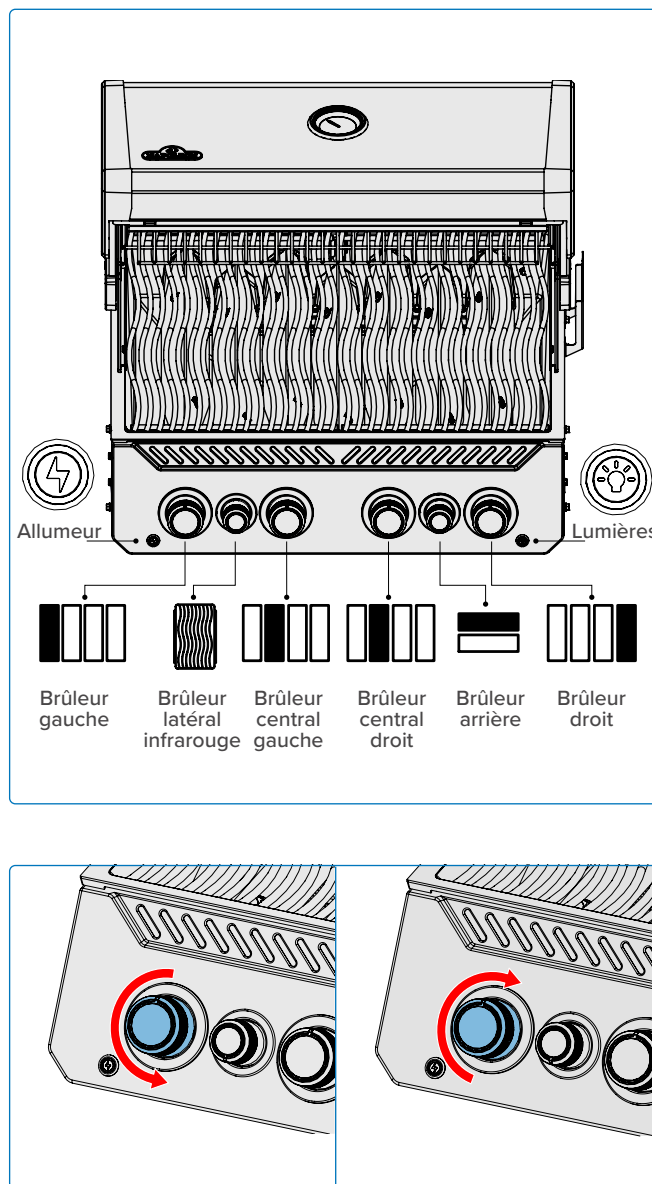

Fig. 6
4. Si la veilleuse et le brûleur ne s'allument pas dans les 5 secondes, tournez le bouton de commande dans le sens des aiguilles d'une montre jusqu'à la position OFF (arrêt). Attendez 5 minutes pour que le gaz se dissipe. Répétez les étapes 2 et 3, ou allumez avec une allumette. (**Fig. 6**).
5. Si le brûleur ne s'allume pas, tournez le bouton de commande du brûleur dans le sens des aiguilles d'une montre jusqu'à la position OFF (arrêt). Attendez 5 minutes. Répétez les étapes 3 et 4. (**Fig. 6**).